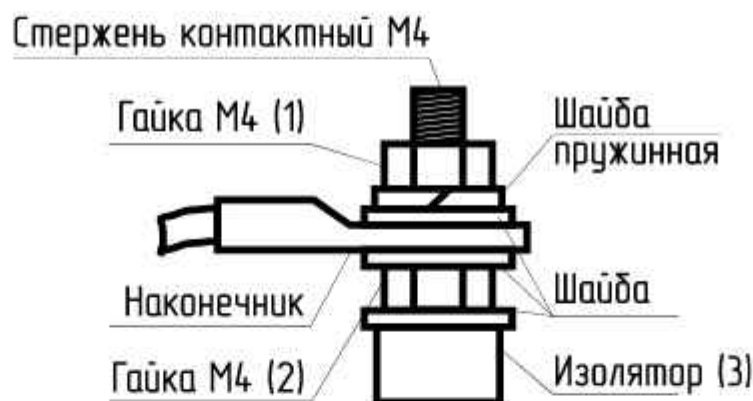

Рис.17 Присоединение проводов к выводам блок ТЭН
- при замене блок ТЭН присоединение фазных проводов к выводам блок ТЭН производить согласно **рис.17**. Сечение кабеля указано в таблице 1 и 2;
- провод нейтраль «N» подключить на перемычку блока ТЭН (**рис.17**).